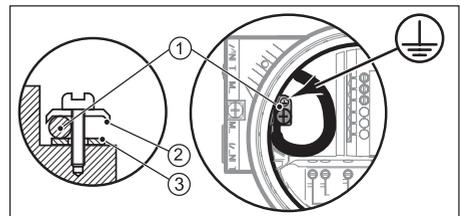

Рис. 4.2 Подключение провода заземления
- * При необходимости установите провод заземления (1) между верхней частью (2) соединения провода заземления и шайбой из нержавеющей стали (3) (см. рис. 4.2).